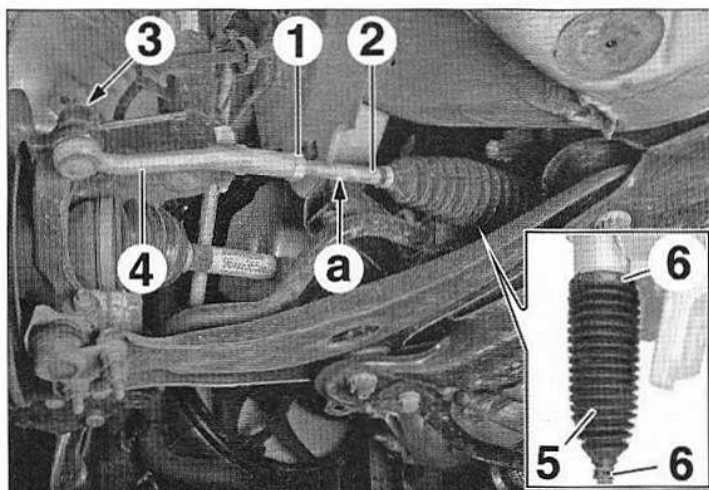

FIG.9
- Desserrer le contre-écrou (1) de réglage de parallélisme en maintenant la biellette de direction (2) en (a) à l'aide d'une clé plate (Fig.9).